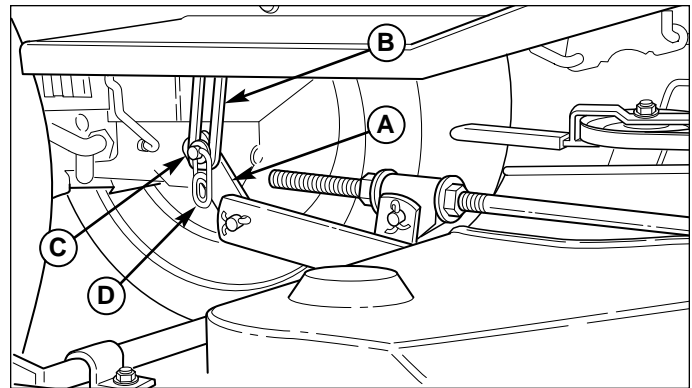

Abb. 8. Hubarme
Mit dem Schnitthöheneinstellungsknopf (B, Abb. 8) wird die Schnitthöhe des Mähwerks geregelt. Die Schnitthöhe kann zwischen 2,5 cm und 9,2 cm stufenlos verstellt werden. Zum Anheben des Mähwerks den Knopf nach rechts drehen; zum Absenken nach links drehen.
4. Mähwerkhubhebel (A, Abb. 8) vom Traktorhubarm demontieren (B). Unterlegscheibe und Sicherheitsklemme (D) wieder anbringen.
4. Siehe Abb. 8. Den Mähwerkhubarm (A) mit dem Traktorhubarm (B) verbinden; flache Beilegscheibe (C) und Sicherheitsklemme (D) verwenden.
6. Hubkette (D) vom Hubhaken (C) abnehmen. Auf der anderen Seite wiederholen.
7. Riemen von der Zapfwellenkupplungsscheibe nehmen (B, Abb. 8).
7. Siehe Abb. 8. Zwischenhebel (A) bewegen, um Riemenspannung zu verringern. Riemen auf die Zapfwellenkupplungsscheibe (B) geben.